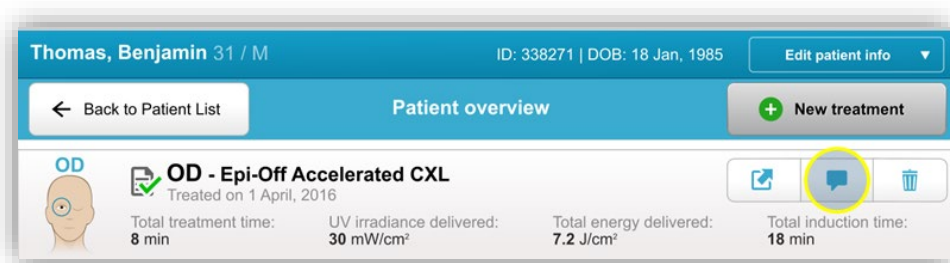

Figura 3-38. Icono de comentarios
- Pulse el icono del mensaje, como se muestra en la figura 3-38, para introducir comentarios sobre el tratamiento del paciente.